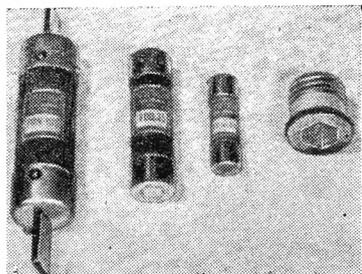

Рис. V.36. Слева изображены три трубчатых предохранителя. Справа — предохранитель винтового типа.
**Плавкие предохранители.** Плавкие предохранители имеют различные конструкции (рис. V.36). В домашней электросети 127 или 220 в часто используют винчивающиеся предохранители. Предохранители в виде патронов применяются в силовых цепях, а также в цепях с напряжением 127 и 220 в.